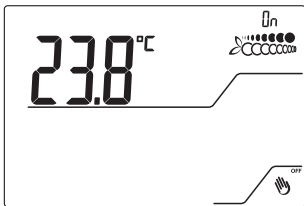

Fig.12
5.2 Per attivare nuovamente il dispositivo, premere il tasto  per almeno 4 secondi. Sul display compare la scritta On per 3 secondi. Fig.12